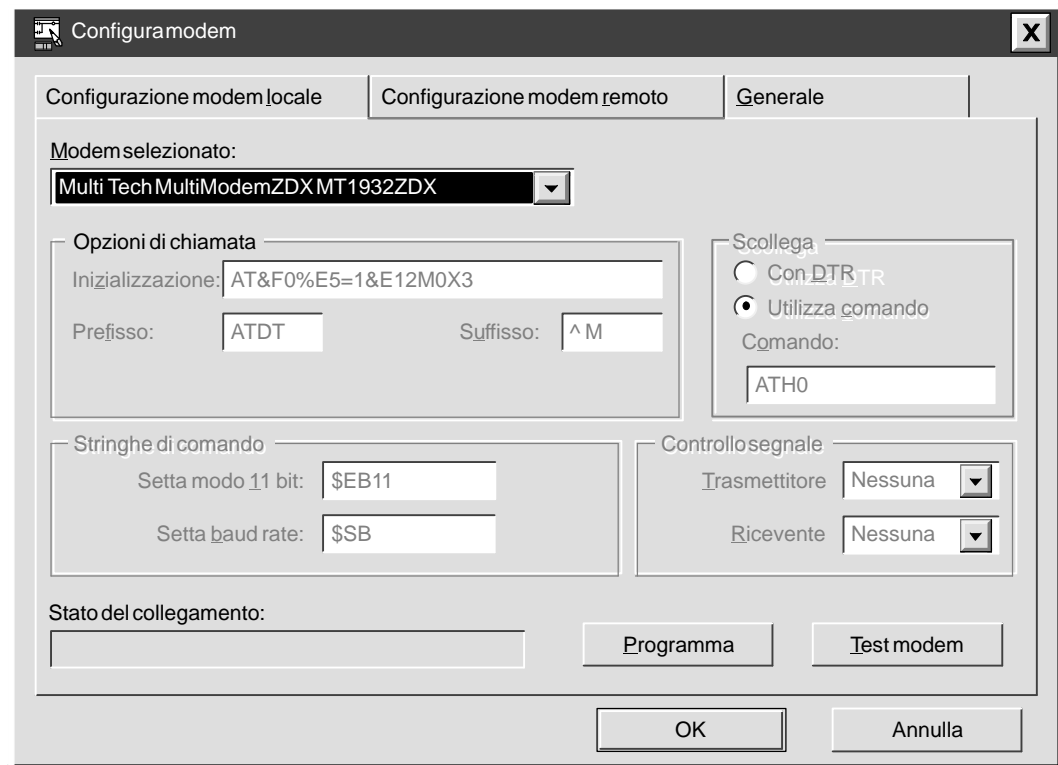

Figura 3-17 Scheda Configurazione modem remoto della finestra di dialogo Configura modem
13. Fare clic sulla scheda Configurazione modem remoto. Vedere la figura 3-17.